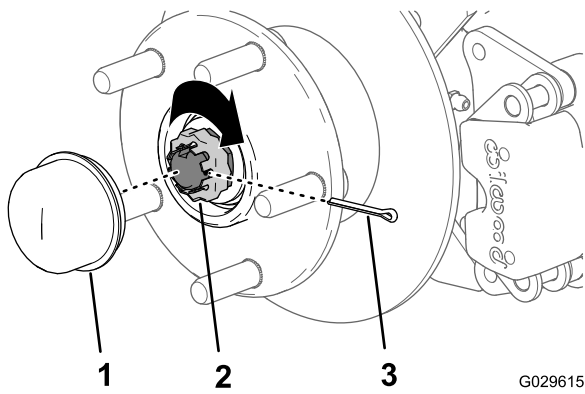

図 32
- ナットの上からリテーナを取り付け、リテーナのスロットとスピンドルのスロットが整列しているかどうか確かめる 図 32。
9. コッターピンを取り付け、ピンの足をリテーナに巻き付けるように曲げる 図 32。
10. ハブにダストキャップを取り付ける 図 32。